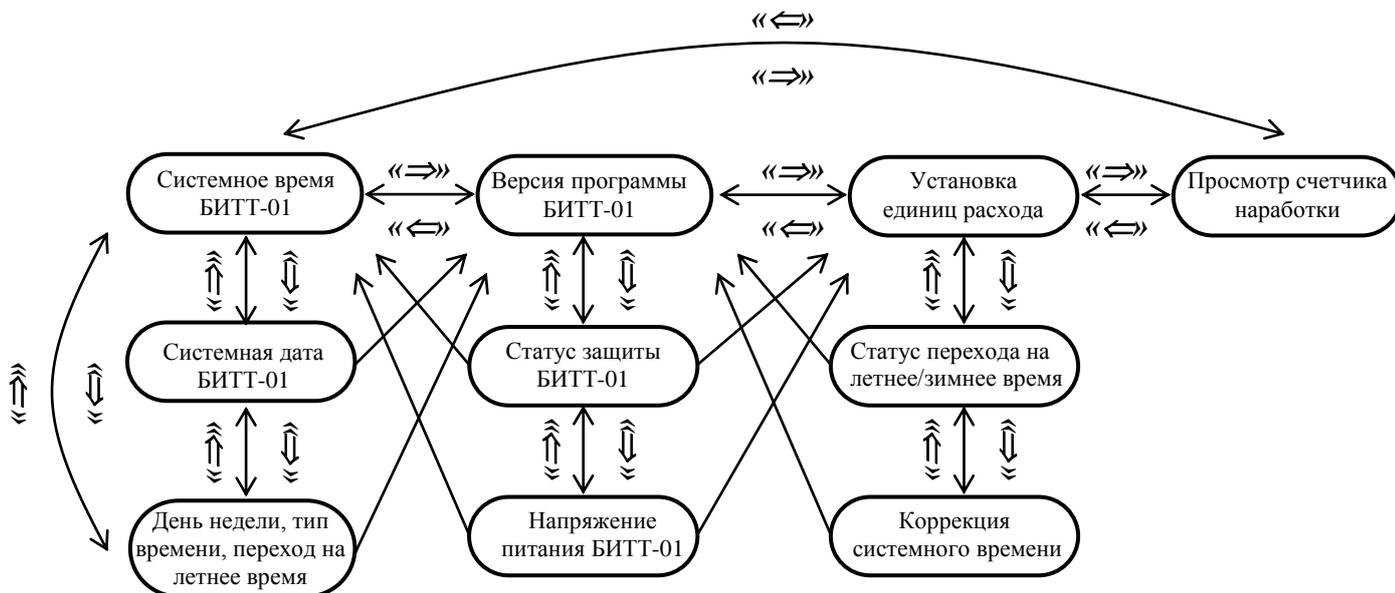

Рис. 17. Инженерное меню БИТТ-01
1.5.1.12. Переход в инженерное меню осуществляется из меню объёма и расхода нажатием клавиши «F1». Пункты инженерного меню и переходы между ними отражены на рис. 17. Переходы осуществляются с помощью клавиш вверх («↑»), вниз («↓»), вправо («⇒») и влево («⇐»).